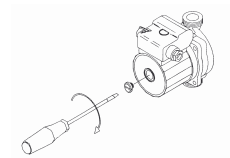

Figura 2-53
N.B. - Quando la caldaia rimane inattiva per un lungo periodo, prima di inserire l'interruttore generale, verificare che non sia bloccato l'albero motore del circolatore. per questa operazione occorre (Figura 2-53):